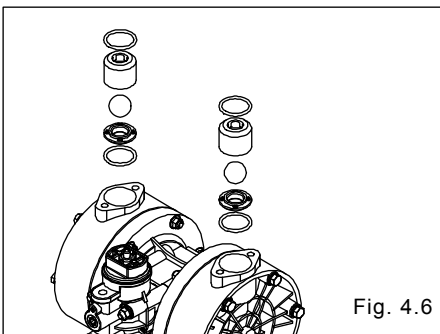

Fig. 4.6
- Retire la junta tórica, la tapa de la válvula, la válvula esférica y el asiento de la válvula. [Fig. 4.6]